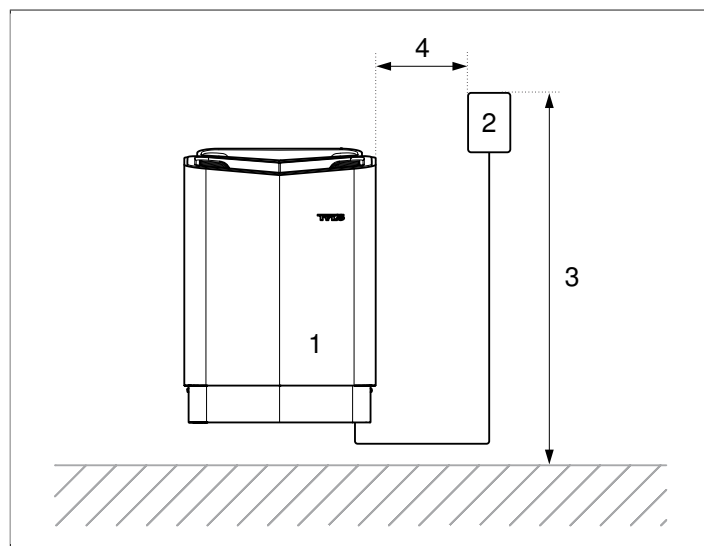

Rysunek 5: Umiejscowienie pieca do sauny – montaż we wnęce
- Zaplanować umiejscowienie czujnika (patrz **Rysunek 3**, Strona 2 oraz **Rysunek 5**, Strona 3).
- Na tej samej ścianie, co drzwi (wyłącznie w wyjątkowych przypadkach na ścianie bocznej, lecz w bardzo niewielkiej odległości od drzwi). Piec można również umieścić we wnęce (patrz **Rysunek 5**, Strona 3).
1. Piec należy umieścić w bezpiecznej odległości od podłogi, ścian bocznych i elementów wyposażenia (patrz **Rysunek 5**, Strona 3).
2. Czujnik należy umieścić jak na rysunku (patrz **Rysunek 5**, Strona 3).